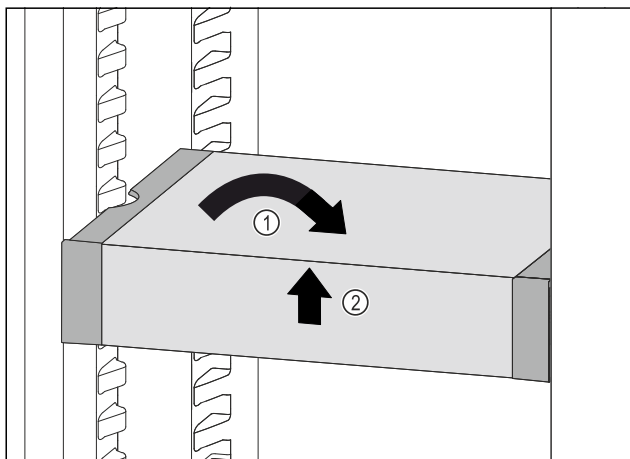

Fig. 133
- Állítsa egyenesbe a VarioSafe fiókot. Fig. 133 (1)
- Elöl emelje meg a VarioSafe fiókot. Fig. 133 (2)